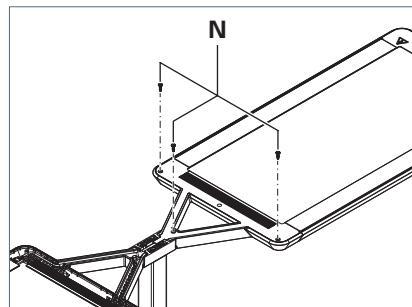

Fig. 20: Avvitare la copertura.
- ▶ Avvitare la copertura con le tre viti **N**, vedere Fig. 20.